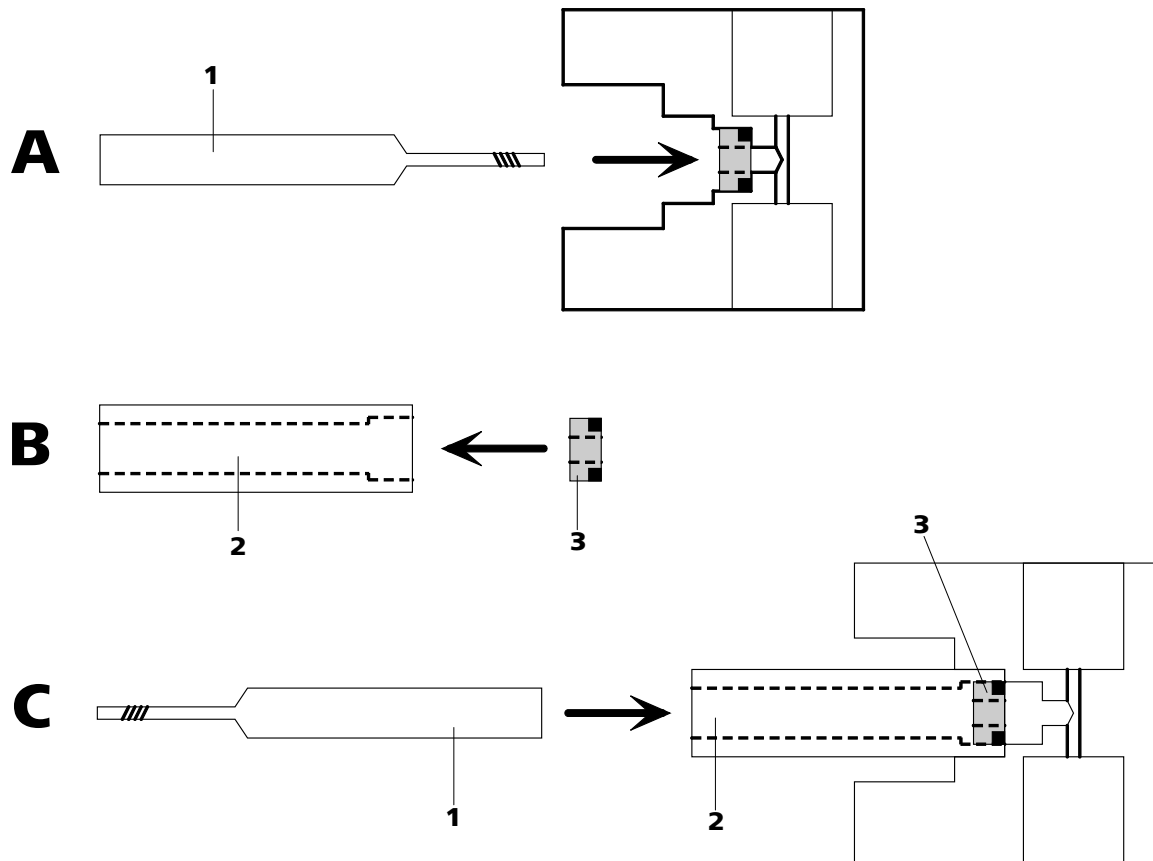

Figura 40 Cambiar la junta de pistón
- Enrosque la herramienta especial (40-1) por el lado estrecho en la junta de pistón y extraiga esta última (véase Figura 40, página 83).
- Inserte con la mano la nueva junta de pistón en la cavidad de la herramienta especial (40-2)(véase Figura 40, página 83).El resorte de junta debe encontrarse en el lado exterior.
- Introduzca la herramienta especial (40-2) con la junta de pistón en el cabezal de bomba (17-4) y empuje la junta con la herramienta especial (40-1) al interior de la cavidad del cabezal de bomba (véase Figura 40, página 83).